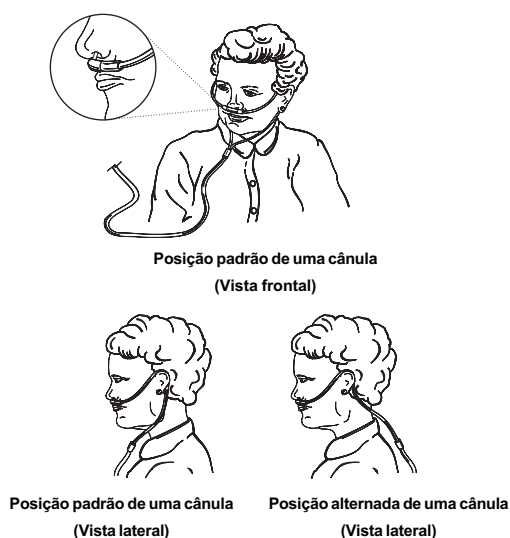

Figura 6 - Colocar uma cânula nasal
2. Ligue o *Tubo de oxigénio* da cânula à ligação do *Fornecedor de oxigénio de respiração*, ou à ligação do humidificador, como apropriado. Ajuste a cânula à sua cara (Figura 6).